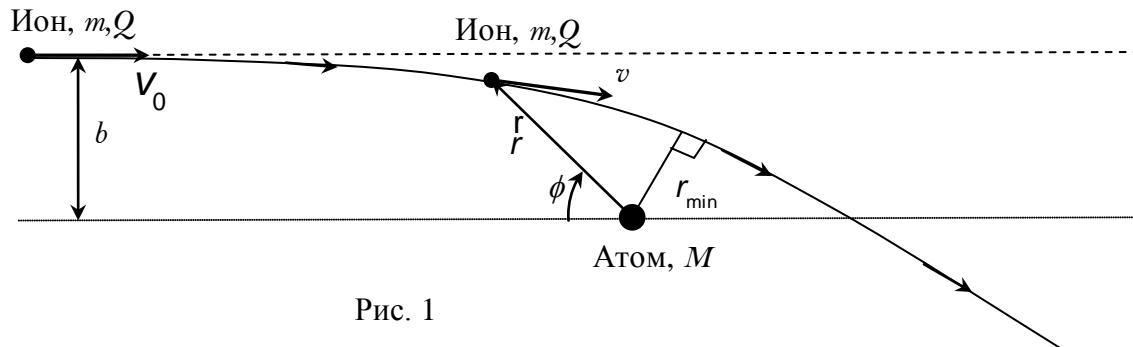

Рис. 1
Ион массой m , зарядом Q , движется с начальной скоростью v_0 из бесконечности к окрестности нейтрального атома массой $M \gg m$ и электрической поляризуемостью a . Прицельный параметр равен b , как показано на рис. 1.
3.4 Получите выражение для минимального расстояния r_{\min} между ионом и атомом (см. рис. 1).